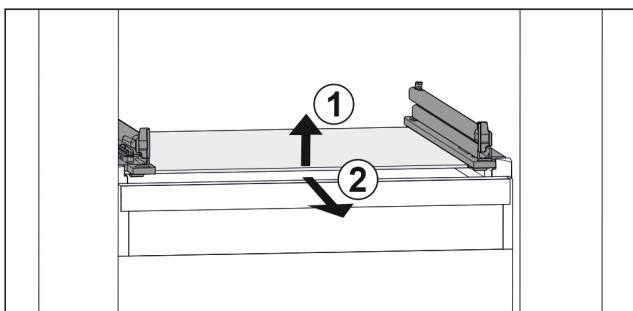

Fig. 167 Representación de la placa de vidrio a modo de ejemplo
- ▶ Levante la placa de vidrio por delante. Fig. 167 (1)
- ▶ Retire la placa de vidrio hacia adelante. Fig. 167 (2)